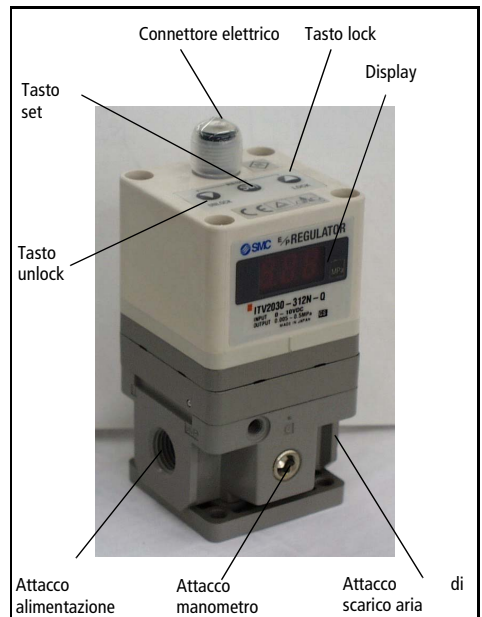

Fig 1
Premere i tasti lock/unlock (Fig 1) contemporaneamente per più di 3 secondi. Sul display appare la scritta 'RES'. Rilasciare i tasti. I valori delle pressioni massima e minima e delle uscite dei sensori P1 e P2 vengono riportati alla condizione iniziale.
- Per impostare la pressione minima (sul display appare F-1) utilizzare i tasti lock/unlock (Fig 1), quindi premere Set (Fig 1) per bloccare l'impostazione.
- Per impostare la pressione massima (sul display appare F-2) utilizzare i tasti lock/unlock (Fig 1), quindi premere 'Set' (Fig 1) per bloccare l'impostazione.
- Per impostare l'uscita del sensore 1 (sul display appare P-1) utilizzare i tasti lock/unlock (Fig 1), quindi premere Set (Fig 1) per bloccare l'impostazione.
- Per impostare l'uscita del sensore 2 (sul display appare P-2) utilizzare i tasti lock/unlock (Fig 1), quindi premere Set (Fig 1) per bloccare l'impostazione.
Se per errore si preme qualche tasto, sul display (Fig. 1) appare la scritta Loc.
- Premere il tasto 'unlock' (Fig 1) per più di 2 secondi.
- Premere il tasto 'set' (Fig 1) per sbloccare.
Nota: Per cancellare l'operazione, premere di nuovo il tasto 'unlock' (Fig 1).
- Premere il tasto 'lock' (Fig 1) per più di 2 secondi.
- Premere il tasto 'set' (Fig 1) per bloccare.
Nota: Per cancellare, premere il tasto 'unlock' (Fig 1).
Se i regolatori ITV2000, 3000, 2090 rileva un'anomalia, sul display (Fig 1), appare Er seguito da un codice. Isolare l'alimentazione, individuare il problema e risolverlo. Ristabilire l'alimentazione di potenza, dopo aver eliminato il guasto.